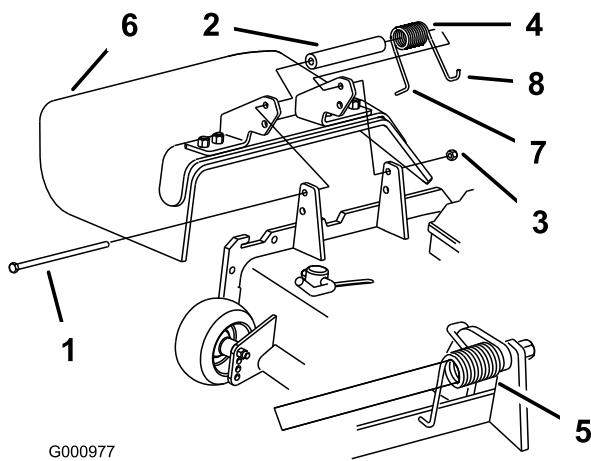

Figura 36
1. Togliete il dado di bloccaggio, il bullone, la molla e il distanziale che fissano il deflettore alle staffe orientabili del tosaerba (Figura 36). Togliete il deflettore di sfalcio se è danneggiato o consumato.
Nota: Verificate che l'estremità **L** della molla si trovi dietro il bordo del piatto di taglio prima di montare il bullone, come illustrato nella Figura 36.
3. Montate il bullone e il dado. Infilate l'estremità **J** della molla attorno al deflettore di sfalcio (Figura 36).